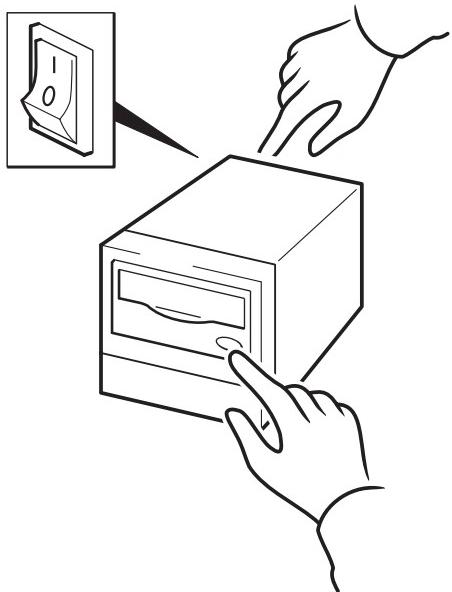

図 10b: HP OBDR の使用方法 :
- 2 イジェクト・ボタンを押し続けます。イジェクト・ボタンを押しながら、テープ・ドライブの電源を入れます（図 10b を参照）。これにより、HP One-Button Disaster Recovery 処理が開始されます。「テープ」ライトと「クリーン」ライトの LED が交互に点滅し始めたら、イジェクト・ボタンから指を離します。